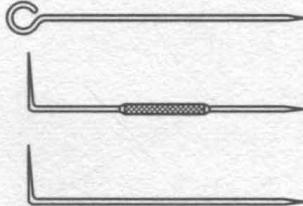

图 1-1 划针
(1) 划线的常用工具
① 划针（如图 1-1 所示）。它用工具钢或弹簧钢丝制成，端部磨尖成 $15^{\circ}\sim20^{\circ}$ 夹角。